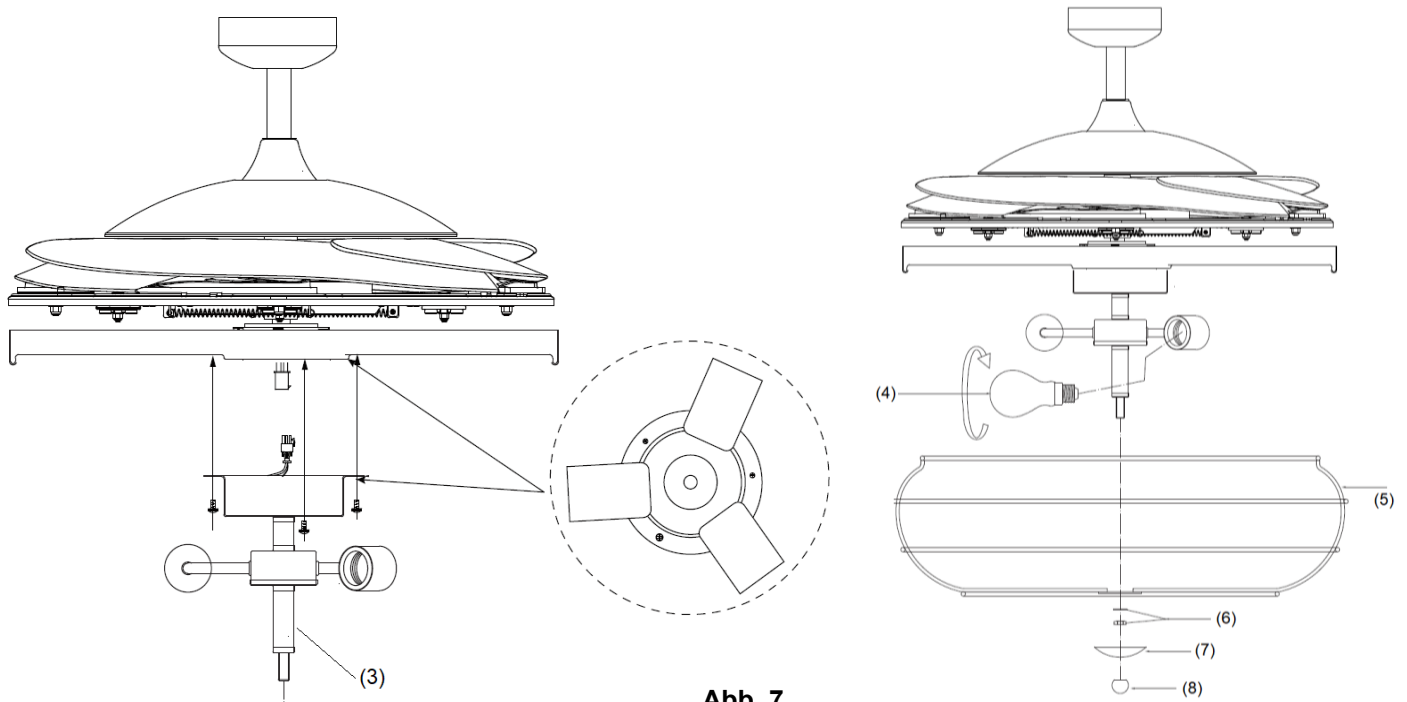

Abb. 7
4. Verbinden Sie den Schnellanschluss mit dem Lampenhalterelement (3). (Abb. 7)
5. Fixieren Sie das Lampenhalterelement (3) an der Halterung des Beleuchtungssets, indem Sie die drei Schrauben anziehen. Überziehen Sie die Schrauben nicht.
6. Installieren Sie die Leuchtkörper (4) an den Lampenhaltern. Die maximale Nennleistung darf nicht überschritten werden.
7. Montieren Sie den Lampenschirm, die Unterlegscheibe und Mutter (6). Ziehen Sie die Mutter (6) an.
8. Montieren Sie die dekorative Abdeckung (7) durch Anziehen der Mutter (8).